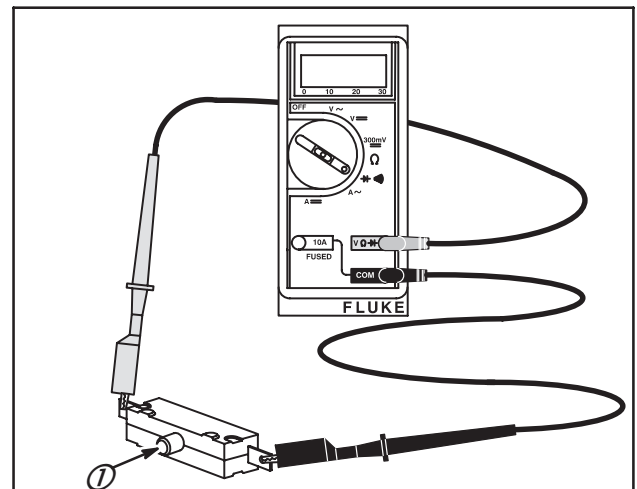

Fig. 27
2. Raccorder les fils du contrôleur aux bornes du commutateur, Fig. 27.
4. Lorsque le bouton (1) est enfoncé, le contrôleur doit émettre un son continu, indiquant une continuité. Le contrôleur doit indiquer une continuité seulement lorsque le bouton est enfoncé.